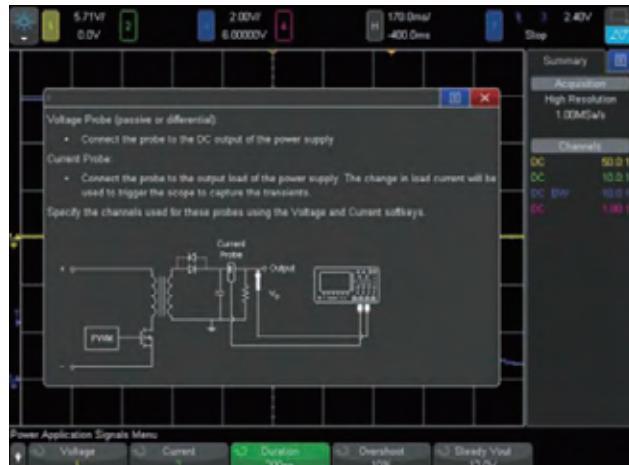

图 33: Signals 菜单中的瞬时响应连接图。
5. 使用示波器通道 2 输入的 1147B 电流探头连接被测器件的输出电流信号，如图 33 的连接图所示。如果使用 Agilent SMPS 培训套件，按演示板指示方向将探头连接至演示板 **J3** 电流环路。注意，电流探头上显示电流方向的箭头应朝下，面向工作台。